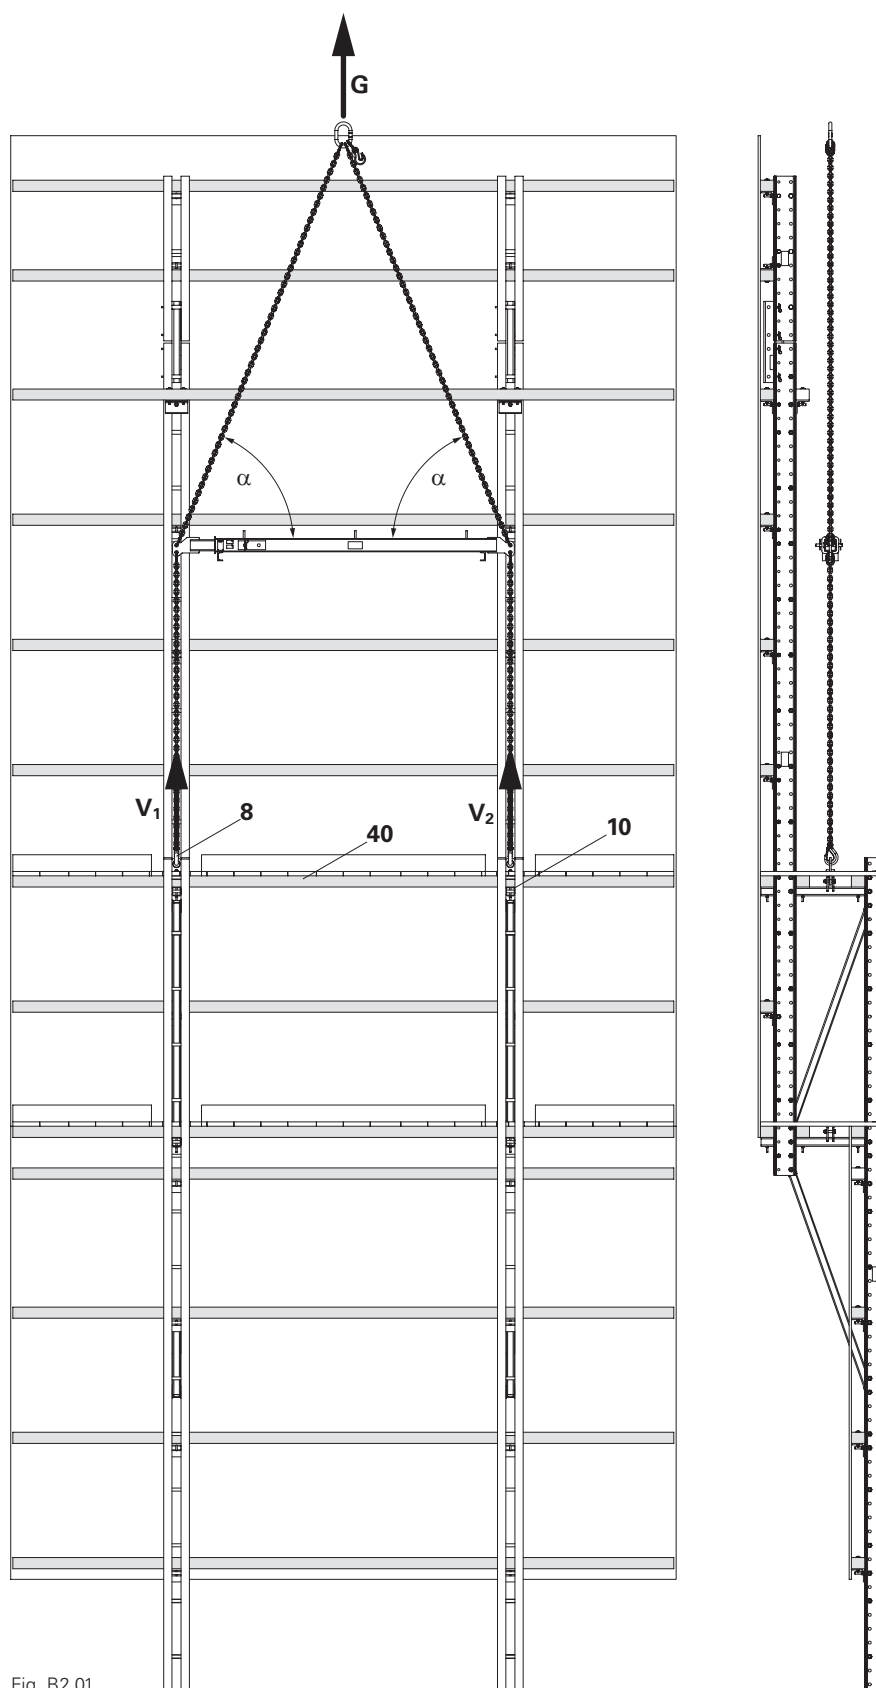

Fig. B2.01
(Fig. B2.01)
- In caso di unità del sistema di ripresa pesanti, in cui è necessario sollevare un carico superiore a 25 kN per punto di aggancio, fissare la traversa del sistema di ripresa PERI RCS 9 t a un distanziatore. (Fig. B2.01)